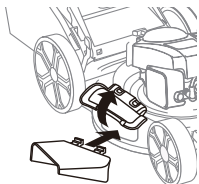
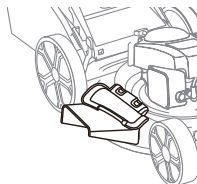

Fig.10A
Fig.10B
2. Ouvrez la porte du paillis, (Fig.10A)
3. Installez la goulotte d'éjection latérale sous la porte du paillis en faisant glisser deux crochets sous l'axe de charnière sur l'ensemble de porte (Fig.10A). La tondeuse est maintenant prête pour l'opération de déchargement. (Fig.10B)